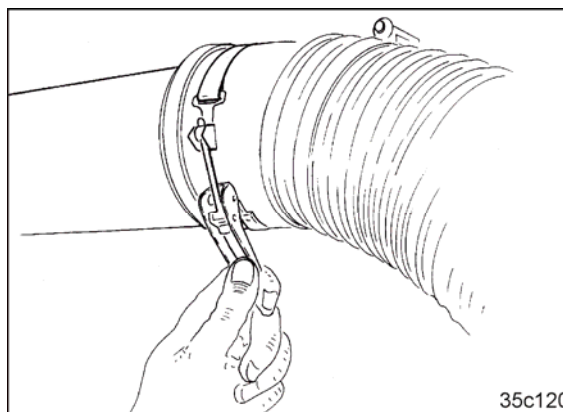

Fig. 35
12. Raccorder le tuyau flexible sur le tuyau en acier et bloquer avec les verrouillages rapides (Fig. 35/1).